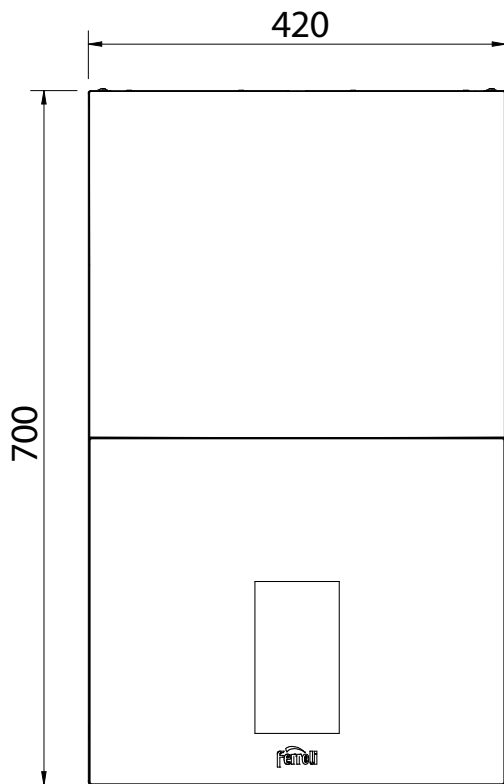

fig. 35 - Vista frontale
- 2 - Toccando l'icona del menu principale e successivamente [Reset Caldaia] quando appare una schermata simile a quella illustrata in fig. 35 (icona del menu principale con pallino rosso).